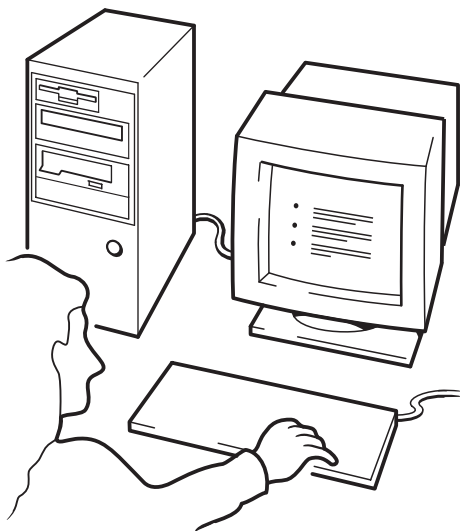

Figure 12c : utilisation de HP OBDR, étape 3
- 3 Suivez les instructions à l'écran pour configurer le système d'exploitation (voir figure 12c). Ces instructions varient en fonction du logiciel de sauvegarde. En règle générale, vous pouvez accepter la réponse par défaut pour tous les messages : appuyez simplement sur <Entrée>, par exemple.